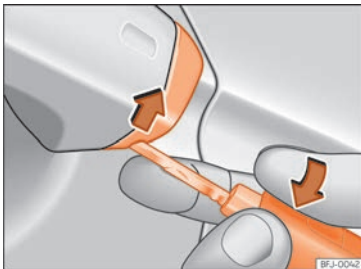

Abb. 95 Fahrtürgriff: Abdeckkappe abhebeln.
- Den Schlüsselbart am Fahrertürgriff in die untere Öffnung der Abdeckkappe stecken » Abb. 95 und die Abdeckkappe von unten nach oben anheben.